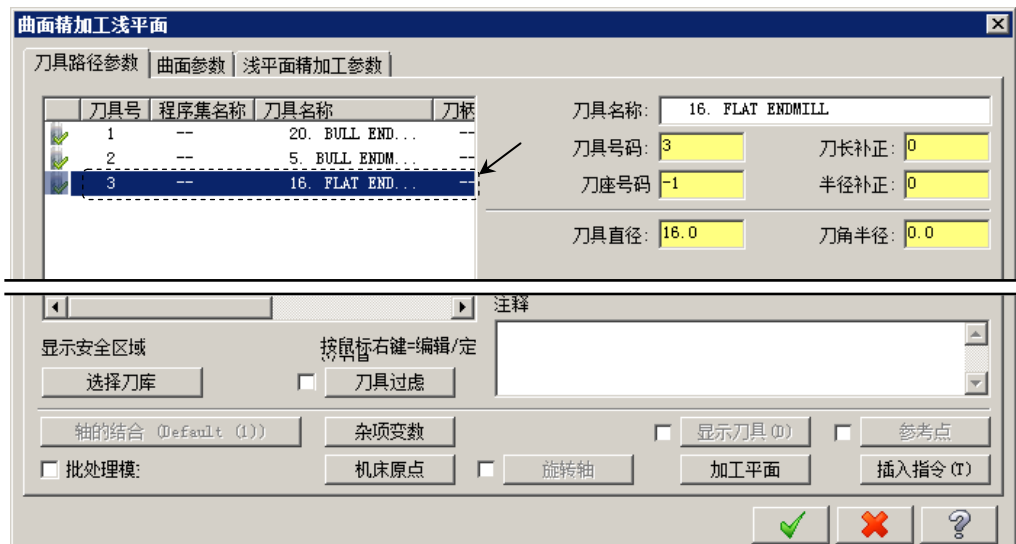

图 12.19 “刀具路径参数”选项卡
Step3. 选择刀具。在“曲面精加工浅平面”对话框中取消选中 ☐ **刀具过虑** 复选框，然后选择图 12.19 所示的刀具。
Step4. 设置曲面参数。在“曲面精加工浅平面”对话框中单击 **曲面参数** 选项卡，在 **下刀位置 (F)** 文本框中输入值 5，在 **预留量** 文本框中输入值 0.5。（此处翻译有误，应为“干涉面预留量”）
(1) 在“曲面精加工浅平面”对话框中单击 **浅平面精加工参数** 选项卡, 在 **浅平面精加工参数** 选项卡的 **大切屑间距 (M)** 文本框中输入值 8, 选中 ☒ **切削顺序依照最短距离** 复选框。